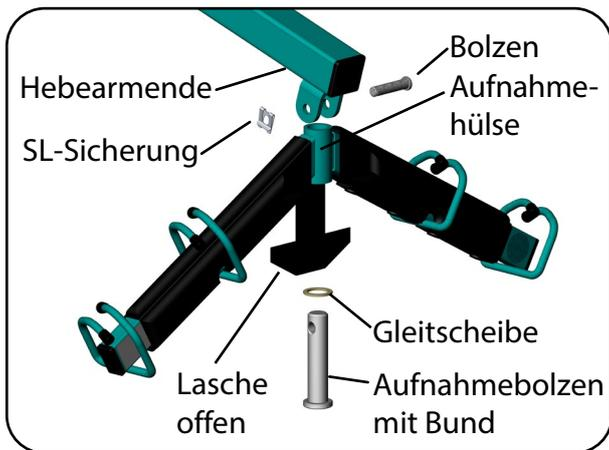

Abb. 6.2.06 - Montage Transportbügel
10. Zur Montage des Transportbügels öffnen Sie die Bügelpolsterung (Lasche). Entfernen Sie die SL-Sicherung und danach den Bolzen aus der Bohrung am Ende des Hebearms. Damit haben Sie den Aufnahmebolzen mit Bund vom Hebearm getrennt (Abb. 6.2.06).
12. Stecken Sie den Aufnahmebolzen mit Bund zusammen mit der Gleitscheibe von unten durch die Aufnahmehülse des Transportbügels (Abb. 6.2.06). Die Gleitscheibe liegt dabei auf dem Bund des Aufnahmebolzens.